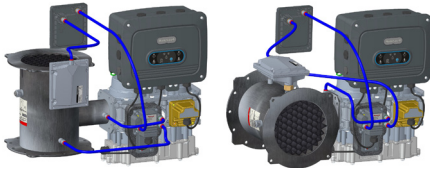
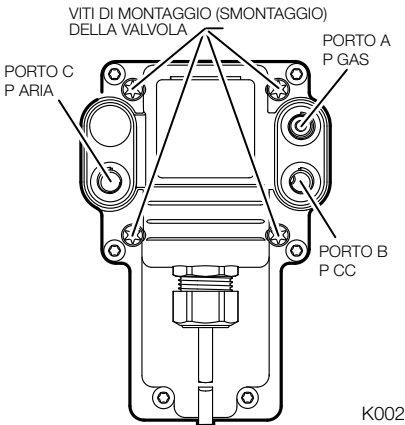

Fig. 2. Installazione del pre-filtro.
Fig. 5. Collegamenti/Montaggio delle linee degli impulsi del modulo FARMOD.
2. Rimuovere le quattro (4) viti Torx originali, come mostrato in Fig. 5 e rimuovere completamente il modulo del rapporto aria combustibile dal corpo della valvola.
- Fissare le 2 linee degli impulsi rimanenti alle porte A (gas) e alla porta B (riferimento) del FARMOD seguendo le istruzioni del produttore del bruciatore o della caldaia. Vedere la Fig. 5. Fissare ogni linea degli impulsi al corrispondente raccordo sull'unità di miscelazione o sul bruciatore al FARMOD.
- Utilizzare i tubi e i raccordi (acquistati come kit separati) per collegare la porta "Out" del pre-filtro alla porta C del FARMOD della valvola (aria). Fare riferimento a Fig. 2 e Fig. 5.